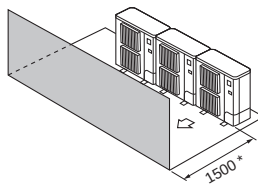

Fig. 2-10
- ③ Перешкоди лише спереду (Fig. 2-10)